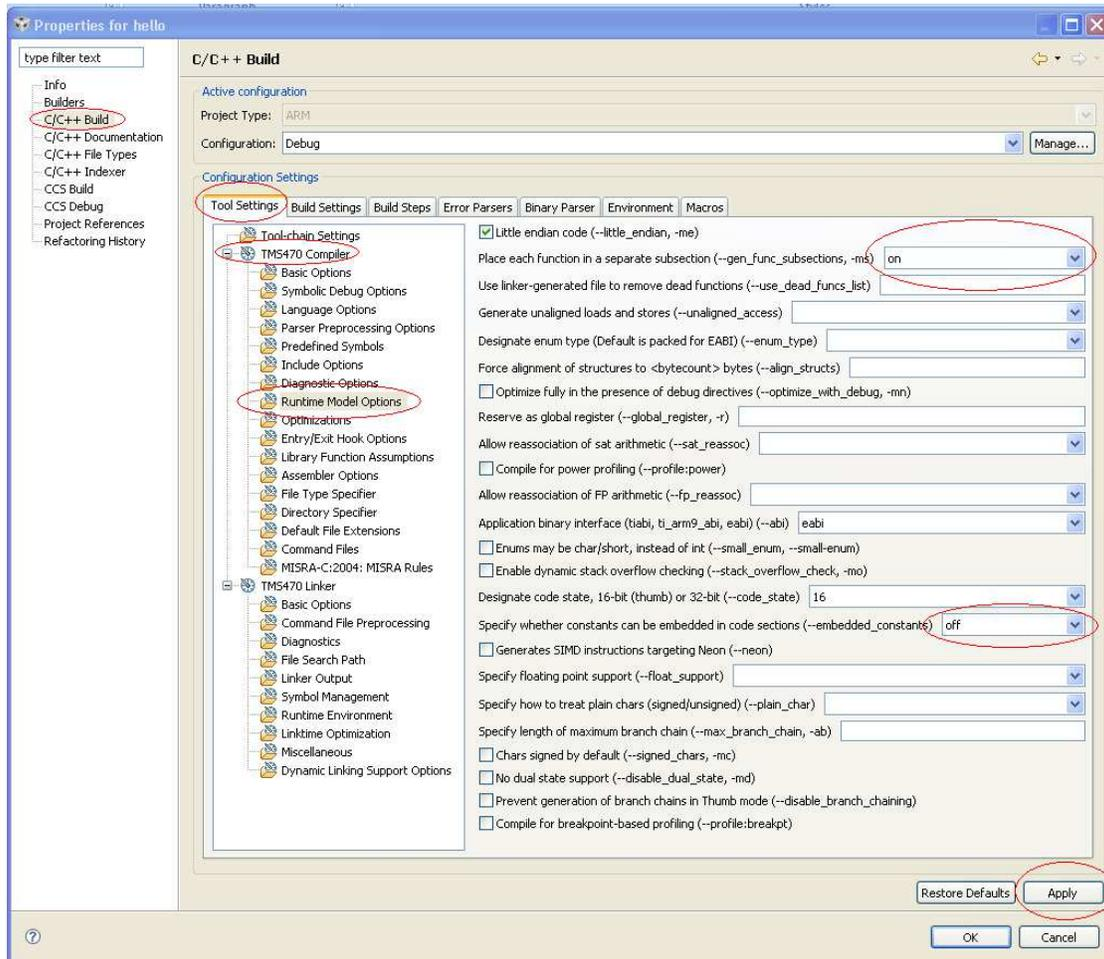

图 14. 针对 'hello' 的属性 - C/C++ Build
12. 如图 14 中的红圈所示选择选项（开和关），→单击 Apply 按钮。